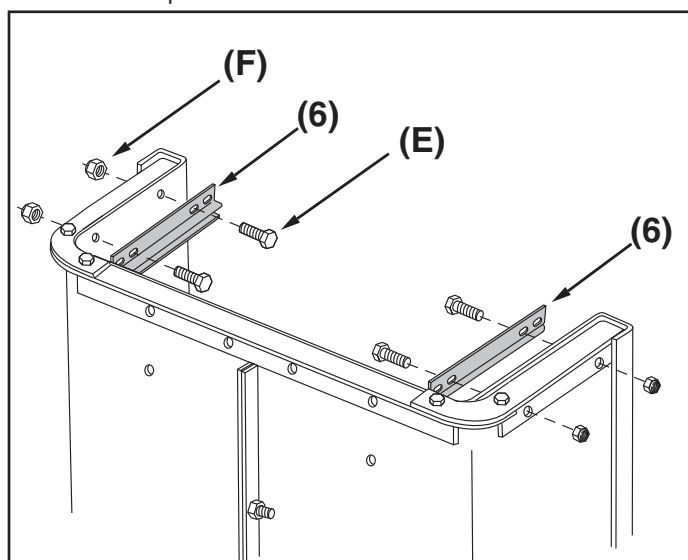

FIGURE 6
ÉTAPE 6 : (VOIR FIGURE 6)
- Installez les guides du hayon (6) en utilisant quatre boulons à tête hexagonale de 1/4 po x 3/4 po (E) et des écrous de blocage de 1/4 po (F).